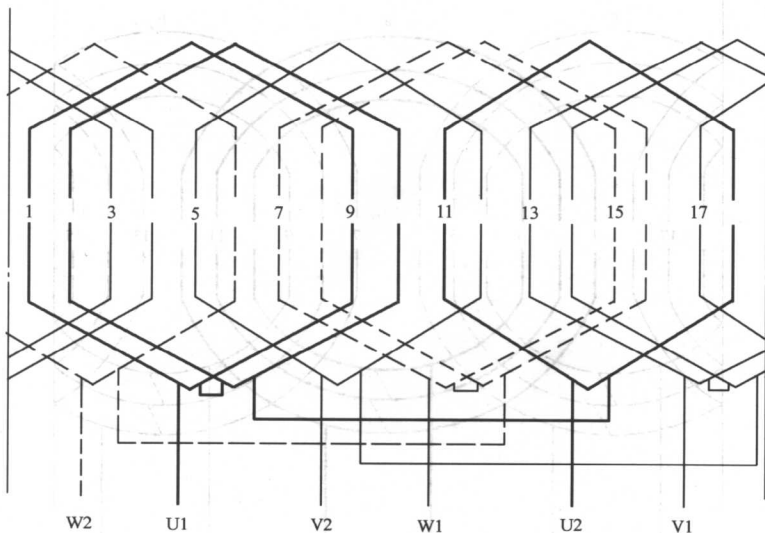

图 1-1 三相单层交叉式绕组展开图
1.1.1 三相 2 极 18 槽单层交叉式绕组 1 路接法展开图 (见图 1-1)